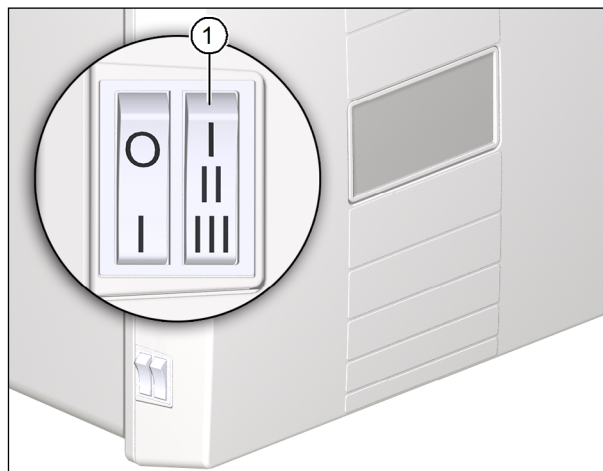

Fig. 17: Réinitialiser l'indicateur du changement de filtre
- ▶ Choisissez en trois secondes sur l'interrupteur à bascule (pos. 1 in Fig. 17) les niveaux de ventilation les uns après les autres **I-II-III-II-I**. L'appareil d'aération émet des bips pour confirmer.
- ▶ Lorsque l'appareil émet des bips, choisissez à nouveau en trois secondes sur l'interrupteur à bascule (pos. 1 in Fig. 17) les niveaux de ventilation les uns après les autres **I-II-III-II-I**. L'appareil d'aération émet trois bips pour confirmer. La surveillance des filtres est relancée.